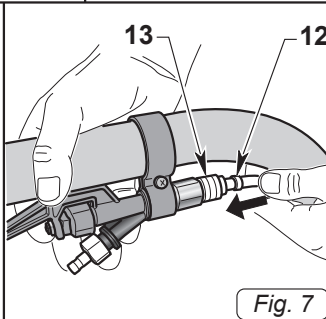

Fig. 7
- Подключите шланг (12 Рис. 7) от сопла до быстрый разъем (13 Рис. 7) спрос рычаг; нажать к рычагу, чтобы освободить быстрый разъем (13 Рис. 7)